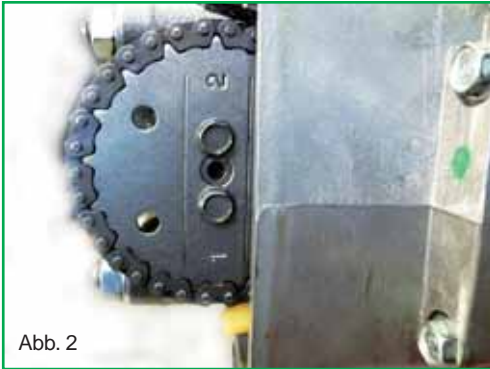
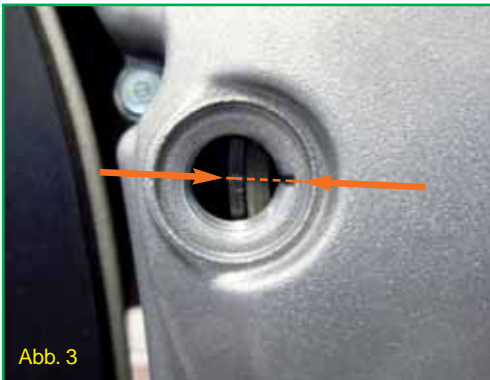

Abb. 2
Abb. 3
- Den Motor in der Vedichtungsphase an den oberen Totpunkt bringen und die Markierung am Zahnrad der Nockenwelle (Abb. 2) zur Auflagefläche des Ventildeckels am Zylinderkopf ausrichten und mit der Markierung „I“ am Rotor des Generators mit festen Bezug am Schwungraddeckel auf Flucht ausrichten (Abb. 3).
- Die Kurbelwelle an den oberen Totpunkt bringen und dabei an der Markierung „I“ am Rotor des Generators mit dem festen Bezug am Schwungraddeckel auf Flucht ausrichten (Abb. 3).
- Den Zahnkranz auf die Nockenwelle fügen und die daran vorgesehenen Markierung (Abb. 2) zur Auflagefläche des Ventildeckels am Zylinderkopf ausrichten.